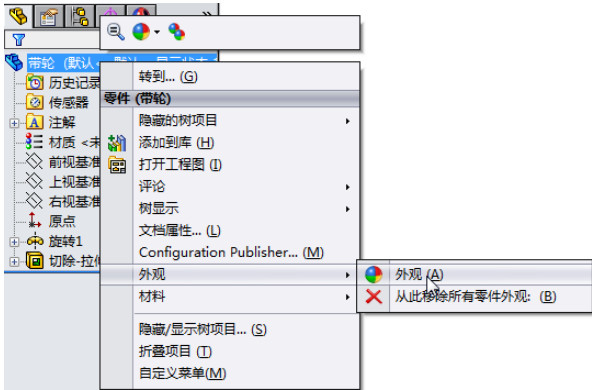

图 5-31 设置颜色快捷菜单
**01** 打开随书光盘中源文件/第 5 章/带轮.SLDPRT 文件。执行命令。右键单击“FeatureManager 设计树”中的文件名称“带轮”，在弹出的快捷菜单中选择“外观”→“外观”选项，如图 5-31 所示。